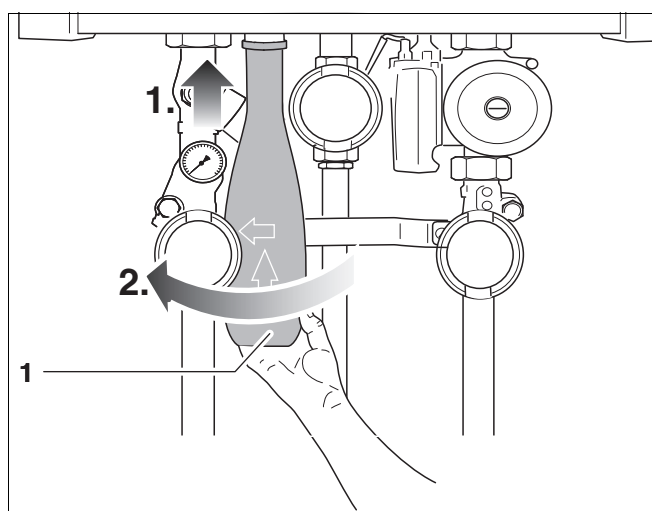

Fig. 17 Montați sifonul
- Montați sifonul (fig. 17, poz. 1) la racordul evacuare condensat (AKO).
Sifonul este echipat cu un închizător-baionetă. După ce îl puneți la loc (fig. 17, etapa 1) trebuie să rotiți sifonul 1/4 în sensul opus acelor de ceasornic (fig. 17, etapa 2) până se blochează.